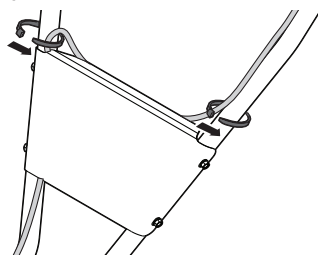

Figura 9
3. Dirija el cable por la manija superior, luego detrás del panel de la manija asegurándolo en el lado derecho de la manija con los cables del embrague en la esquina superior del panel. Consulte la Figura 9.